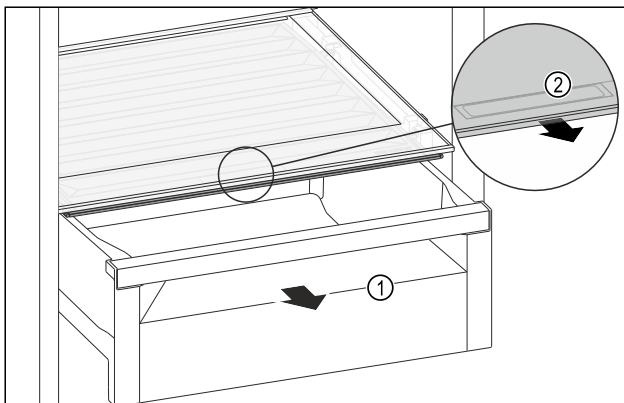

Fig. 124
- Schubfach Fig. 124 (1) herausziehen.
- Griffmulde Fig. 124 (2) am Fachdeckel anfassen und Fachdeckel gleichzeitig nach vorne ziehen.